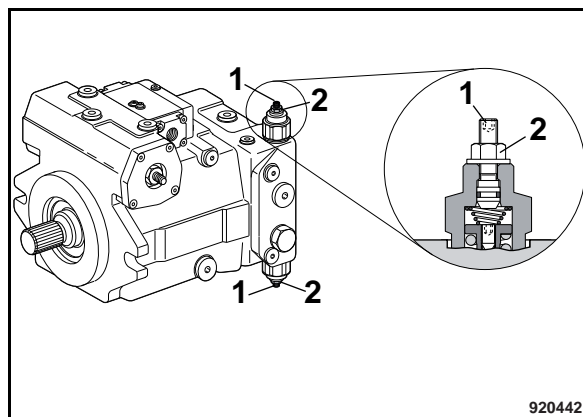

Fig. 112
- Allentare i controdadi (2) (Fig. 112) alle valvole limitatrici dell'alta pressione della pompa per trazione.
- Svitare le viti a esagono cavo (1) fino alla battuta.